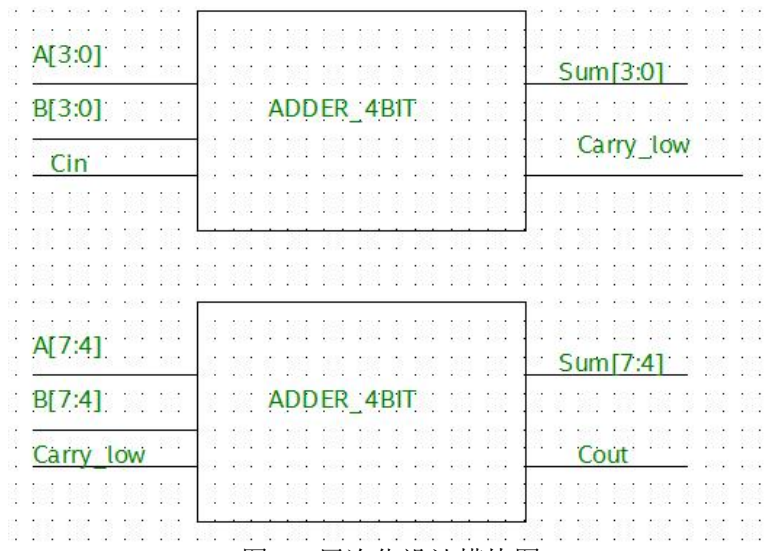

图 18 层次化设计模块图
17.根据下图 18 层次化模块图设计电路模块及测试模块（模块名 ADDER\_8BIT，测试模块 ADDER\_8BIT\_tb）。